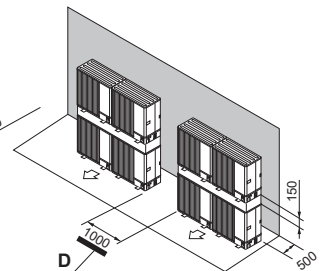

Fig. 2-18
- (7) Disposición de unidad apilada (Fig. 2-18)
- D: Espacio (Fig. 2-18)